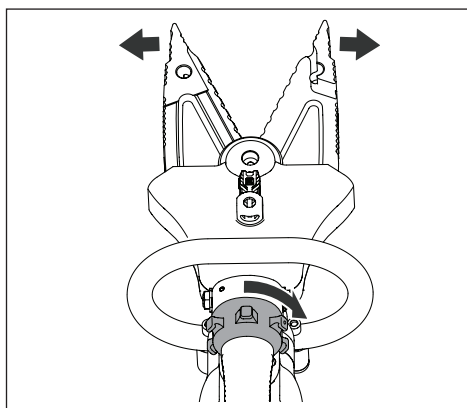

图 8, 刀片/钳口张开
- 向右旋转控制旋钮，保持住，将刀片/钳口张开。参见图 8。